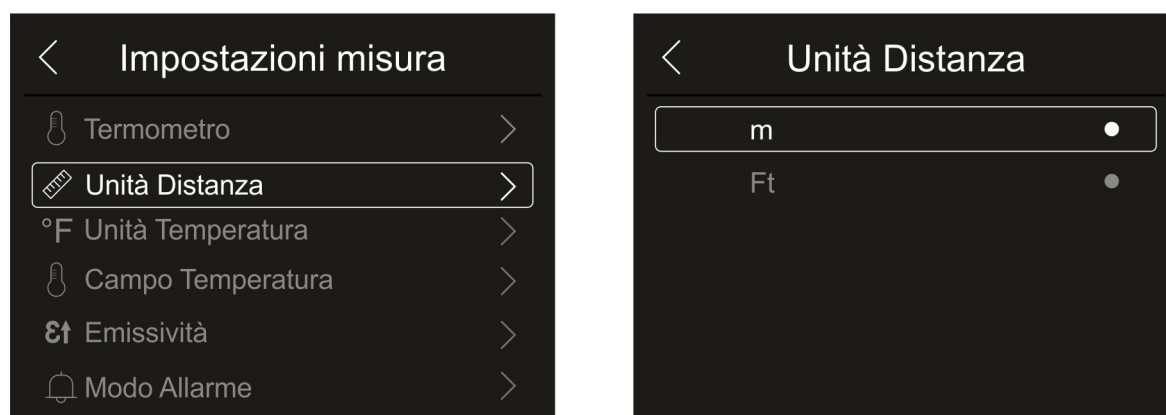

Fig. 24: Menu impostazione unità misura distanza
1. Toccare la voce “Unità Distanza” per eseguire l’impostazione dell’unità di misura della distanza. La Fig. 24 – parte destra è mostrata: